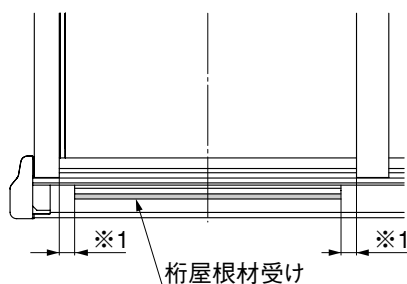

図12-4
- 桁屋根材受けは、垂木間で均等になる位置に調節してください。(※1) (図12-4参照)